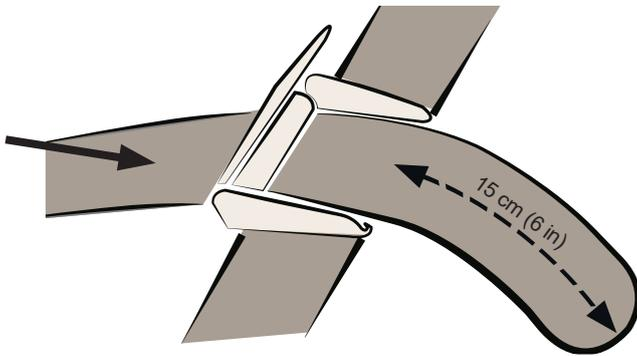

Fig. 2
2. Presione la hebilla hacia abajo para bloquearla. Deje un mínimo de 15 cm (6 in) de correa fuera de la hebilla. Vea la fig. 2.
3. Coloque uno de los tubos de los extremos sobre la cabeza del paciente (A) y el otro por debajo de los pies (B).
4. Coloque la sección lateral (C), sin la correa transversal, en el lateral del paciente, con las hebillas mirando hacia arriba.